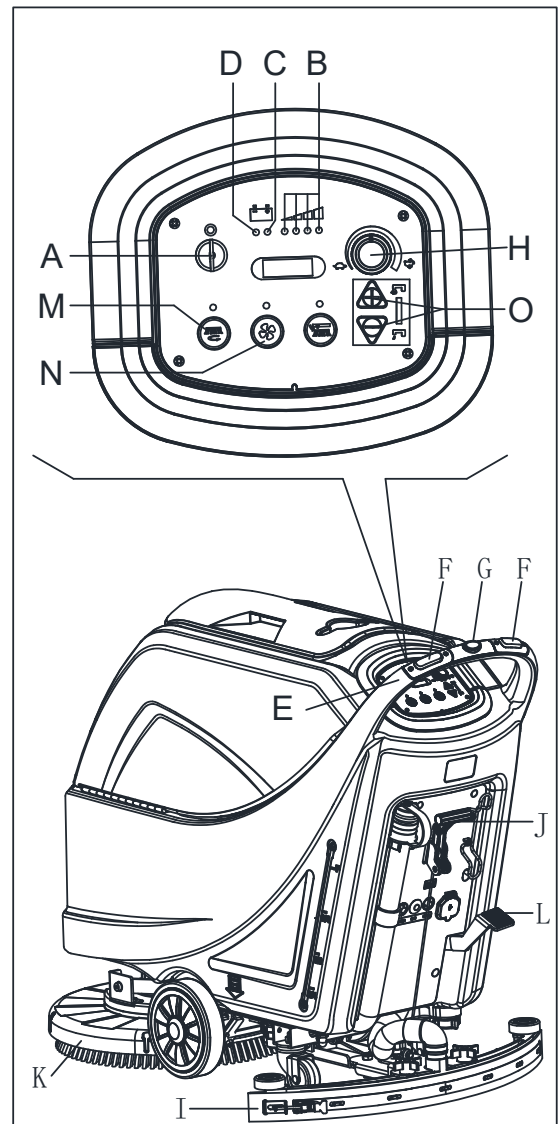

Figura 8
2. Insira a chave de ignição (A, Figura 8) e gire-a para "I". Verifique se a luz de aviso verde (B) se liga (bateria carregada). Se a luz de aviso amarela (C) ou vermelha (D) se ligar, gire a chave de ignição para "0" e carregue as baterias (consulte o procedimento no capítulo de Manutenção).
- Empurre com as mãos no punho (E) (só para máquinas sem tracção).
- Empurre com as mãos no punho (E) e pressione o interruptor (F) para mover para a frente, ou pressione o interruptor (F) juntamente com o interruptor (G) para mover para trás (só para máquinas com tracção). A velocidade para a frente pode ser ajustada com o regulador (H).
4. Baixe o squeegee (I) com a alavanca (J).
5. Baixe o convés do suporte de escova/esponja (K) levantando o pedal (L) (só para máquina de disco).
6. Pressione o interruptor do suporte de esponja/escova (M) e interruptor de sistema a vácuo (N).
7. Pressione os interruptores de controlo de fluxo de água de limpeza (O) conforme necessário, dependendo no tipo
1. Baixe a plataforma do suporte de escova/esponja pressionando o interruptor do suporte de escova/esponja (M, Figura 8).
2. Mantenha ambas as mãos no punho e pressione o interruptor de segurança (F, Figura 8), de seguida, mexa a máquina para iniciar a escovar/secar o chão.